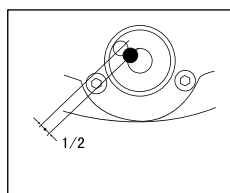

Rysunek 6
- Skieruj przyrząd na łatę A. Obracaj kółkiem ustawienia w poziomie (2), aż znacznik "0" będzie w linii ze znacznikiem odniesienia (3) (Rys. 6).
- Skieruj przyrząd na łatę B. Zapisz pomiar kąta oznaczenia referencyjnego (3) okręgu poziomego (Rys. 6).